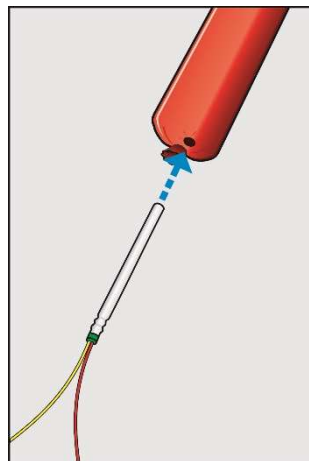

Abb. 3-21
- Den Zünder in das Loch einführen (Abb. 3-21, 3-22, 3-23)